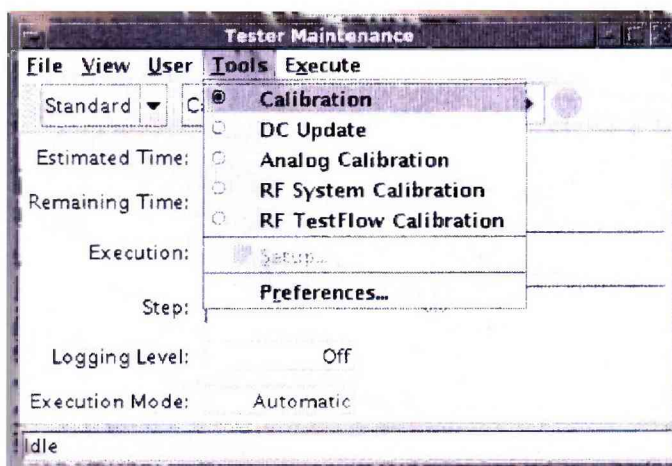

Рисунок 22 – Окно «Tester Maintenance»
7.5.4.10 Для запуска программы автокалибровки в меню «Tools» окна «Tester Maintenance» выбрать строку «Calibration» (рисунок 22).